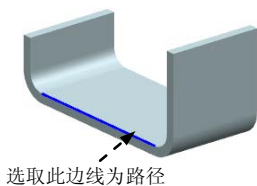

图 3.3.16 选取路径
(1) 选取路径。在系统的提示下，选取图 3.3.16 所示的模型边线为路径，在“轮廓弯边”命令条中的 **距离 (D)** 文本框中输入值 20，并按 Enter 键，进入草图绘制环境。